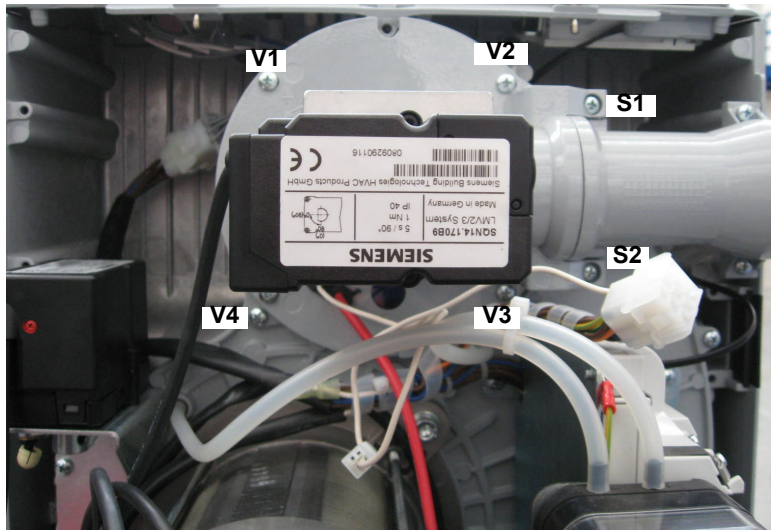

Fig. 30
- Smontaggio esame e pulizia testa di combustione (vedi Fig. 30 e successive).
- 1 Rimuovere le 4 viti **V1**, **V2**, **V3**, **V4** e la coppia di viti **S1** e **S2** (Fig. 30).